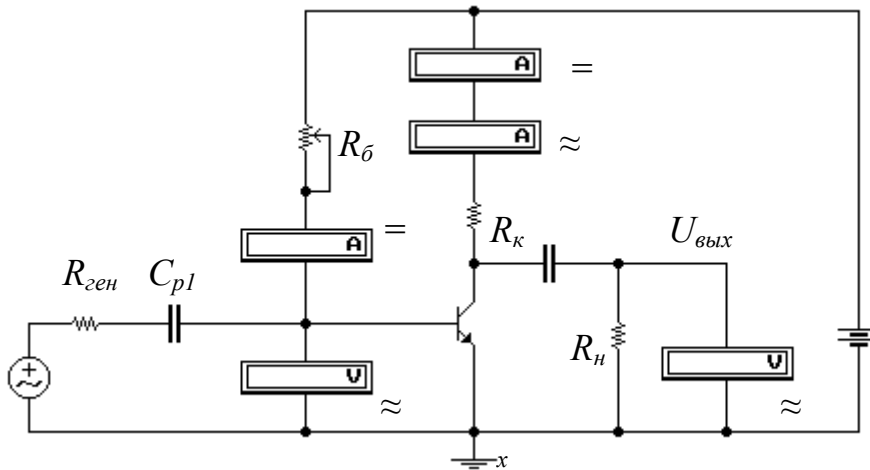

Рис. 5.1. Схема регулировки усиления изменением режима с помощью сопротивления в цепи базы
3. Чем объяснить изменение верхней граничной частоты в схемах на рис. 5.1 при изменении коэффициента передачи на средних частотах?
В случае $R_{\text{ген}} > 0$ и $R_{\text{вх}}$, соизмеримого с $R_{\text{рег}}$, для схемы рис. 5.1,а